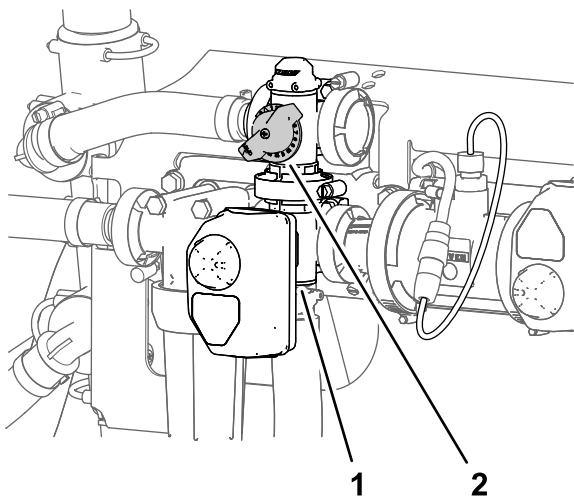

图 34
- 调整搅拌阀背面的搅拌旁通阀图 34 直至压力表上打药机系统压力读数为 6.89bar。